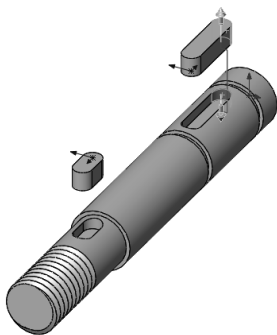
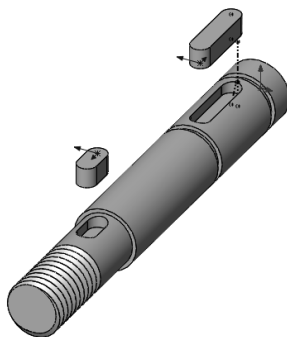

图 7-95 预览步路线
图 7-96 生成一条步路线
- [4] 预览步路线, 如图 7-95 所示。单击【确定】按钮, 生成一条步路线, 如图 7-96 所示。